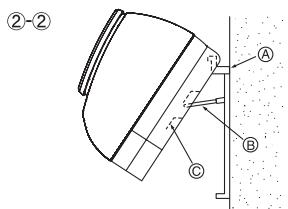

Fig. 3-6
②-② Приподнимите внутренний прибор, соединив поддерживающие части (которые закреплены на монтажном щите) с ребрами, расположеннымными на задней панели прибора, как показано на иллюстрации. (Fig. 3-6)